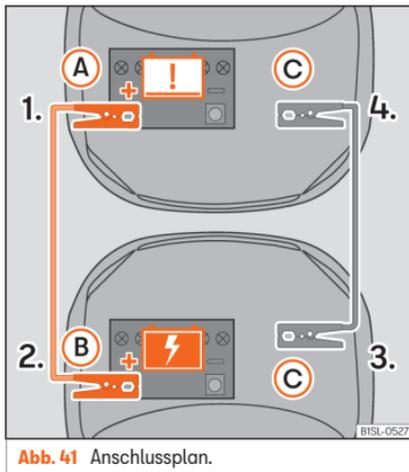

Abb. 41 Anschlussplan.
Starthilfekabel nur in folgender Reihenfolge anklemmen »» **Abb. 41** 1. > 2. > 3. > 4.
- Klemmen Sie ein Ende des roten Starthilfekabels an den Pluspol + des Fahrzeugs mit der entladene Fahrzeugbatterie (A) »» **Abb. 41**.
- Klemmen Sie das andere Ende des roten Starthilfekabels an den Pluspol + des Stromgebenden Fahrzeugs (B).
- Klemmen Sie ein Ende des schwarzen Starthilfekabels (C) an einen geeigneten Masseanschluss, an ein massives, fest mit dem Antrieb verschraubtes Metallteil oder an den Antrieb des Stromgebenden Fahrzeugs selbst.
- Klemmen Sie das andere Ende des schwarzen Starthilfekabels (C) im Fahrzeug mit der entladene Batterie an ein mit dem Motorblock verschraubtes, massives Metallteil oder an den Motorblock selbst, aber so weit wie möglich von der Batterie (A) entfernt an. Schwarzes Starthilfekabel nicht am Minuspol – der 12-Volt-Fahrzeugbatterie anklemmen. Ansonsten könnte es zu einer falschen Bewertung des Batteriezustandes in der Fahrzeugelektronik kommen.